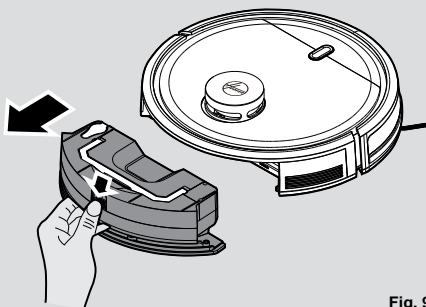

Fig. 9
1. Tryck på frigöringsknappen och dra ut den. [Fig. 9]
1. Ta bort vattentanken och dammbehållaren efter dammsugningen. Tryck på frigöringsknappen och dra ut den. [Fig. 9]